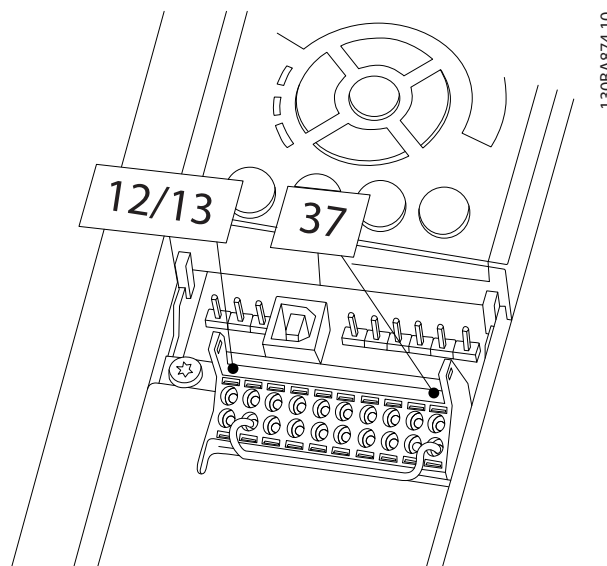

图 1.4 端子 12/13 (24 V) 与 37 之间的跳线
1. 取下端子 37 与 12 或 13 之间的跳线。仅断开该跳线还不足以避免短路。(请参阅图 1.4 中的跳线。)